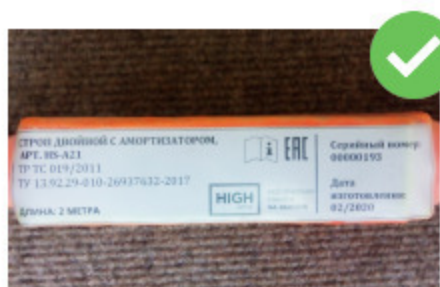

рис.17
2. проверьте маркировку на изделии. Она должна быть разборчивой и легко читаться (рис. 17);